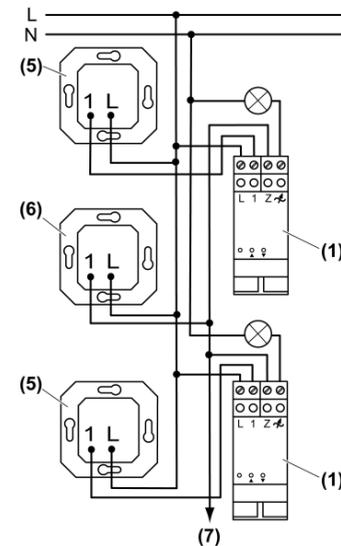

Bild 3: Anschlussplan zentrale Nebenstelle
- i** Als zentrale Nebenstelle (6) kann nur ein Nebenstellen-Einsatz 2-Draht (siehe Kapitel Zubehör) verwendet werden.
- Dimmer (1) lokale Nebenstellen (5) und zentrale Nebenstelle (6) gemäß Anschlussplan anschließen (Bild 3).
- Optional zentrale Nebenstelle an weitere Dimmer oder weitere zentrale Nebenstellen anschließen (7) (Bild 3).